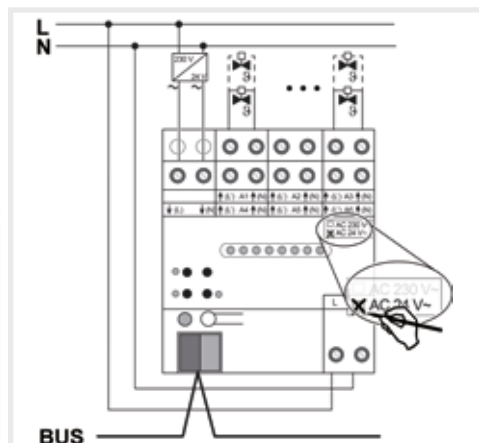

Figure 4 : Raccordement de servomoteurs 24 V
- Raccorder les servomoteurs 24 V AC conformément au schéma de raccordement (figure 4).
- Raccorder l'alimentation pour les servomoteurs aux bornes \downarrow (L) et \downarrow (N) (1).
- Raccorder la tension du secteur aux bornes (5).